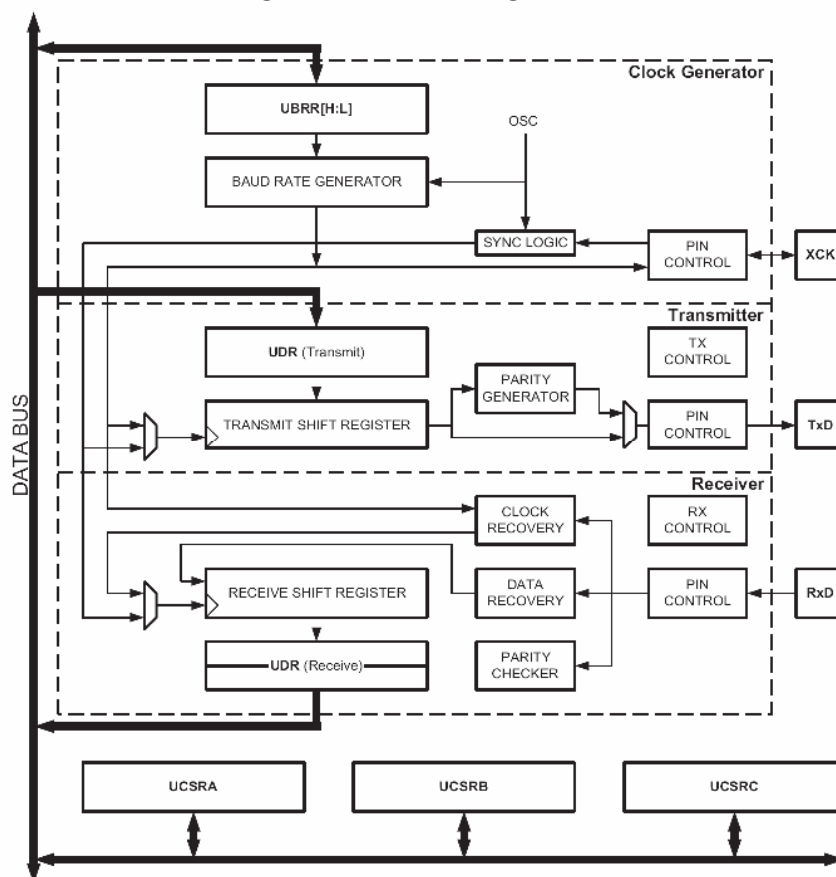

Рисунок 52 - Упрощенная блок-диаграмма для USART – Передатчика⁽¹⁾
2. Сдвиговый Регистр Приемника теперь может являться Буфером третьего уровня. Этим можно пользоваться при приеме данных и «складывании» их в Сдвиговом Регистре (смотрите Рисунок 52), если Буфер Данных еще не был опустошен, когда появился новый Стартовый Бит. Таким образом, модуль USART более устойчив к переполнению Регистра Данных – (DOR - «Data OverRun»). Следующий Бит Управления теперь имеет новое имя, но, по-прежнему, выполняет первоначальные функции и имеет то же расположение в Регистре, что и раньше: